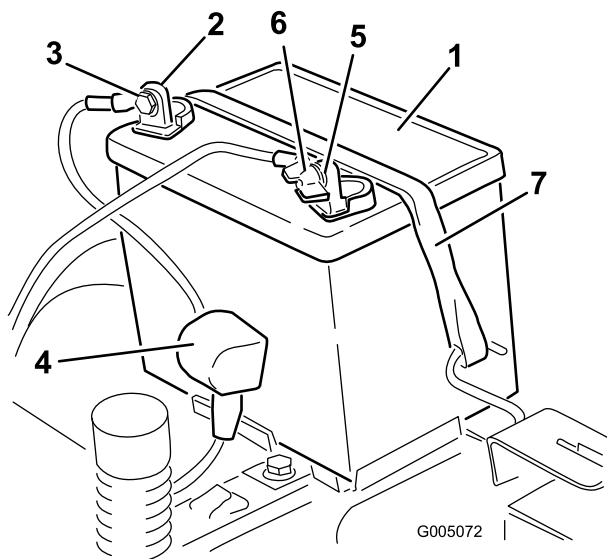

Figura 37
4. Staccate il cavo negativo (nero) di terra dal polo della batteria (Figura 37). Conservate tutti i dispositivi di fermo.
5. Infilate il cappuccio di gomma sul cavo positivo (rosso) della batteria. Staccate il cavo positivo (rosso) dal polo della batteria (Figura 37). Conservate tutti i dispositivi di fermo.
6. Togliete il dispositivo di fissaggio della batteria (Figura 37) e togliete la batteria dal vassoio.
1. Posizionate la batteria sul vassoio con i poli dei morsetti rivolti verso la posizione di guida (Figura 37).
5. Fissate la batteria con l'apposito dispositivo (Figura 37).